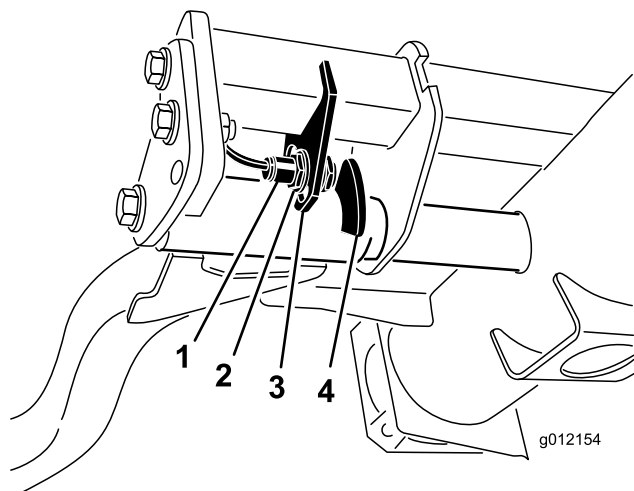

Рисунок 44
2. Переключатель подъемного рычага расположен под гидравлическим баком позади переднего правого подъемного рычага (Рисунок 44).
3. Ослабьте крепежные винты переключателя (Рисунок 44) и переместите переключатель вниз, чтобы увеличить высоту поворота подъемного